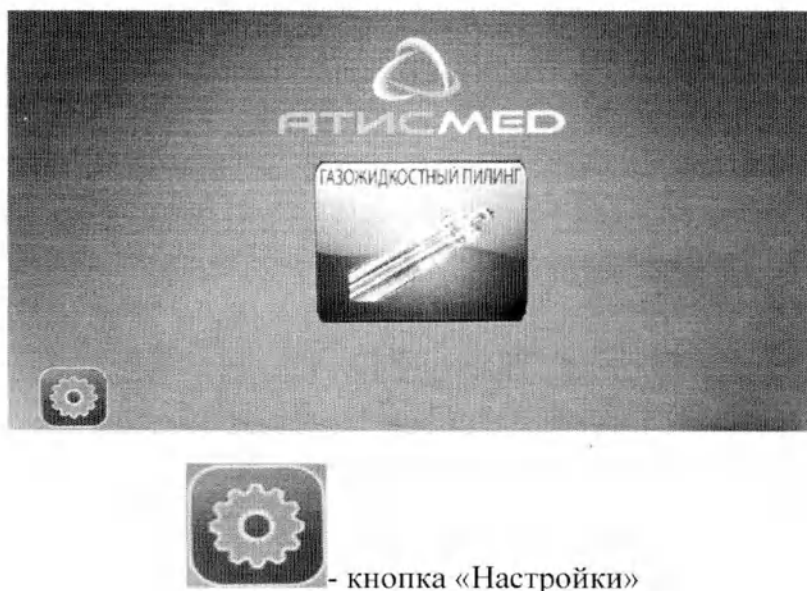

Рисунок 29
2. Управление аппаратом осуществляется с помощью сенсорного ЖК-дисплея. После подачи напряжения питания на ЖК-дисплее отображается основная экранная форма (Рисунок 29).